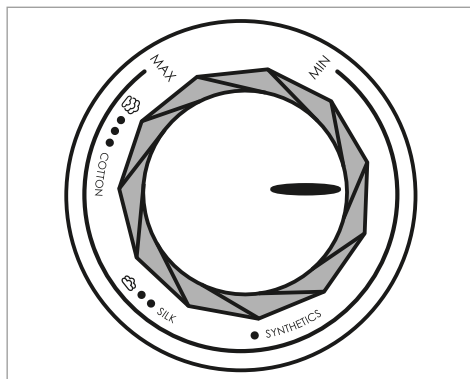

Fig. 2
- ▶ Călcarea uscată, fără aburi este posibilă la orice temperatură. Călcarea cu aburi este posibilă începând cu domeniul de reglare ●● al regulatorului de temperatură ⑥.
- 3) Setați temperatura potrivită cu ajutorul regulatorului de temperatură ⑥ (a se vedea tabelul de mai jos și fig. 2).